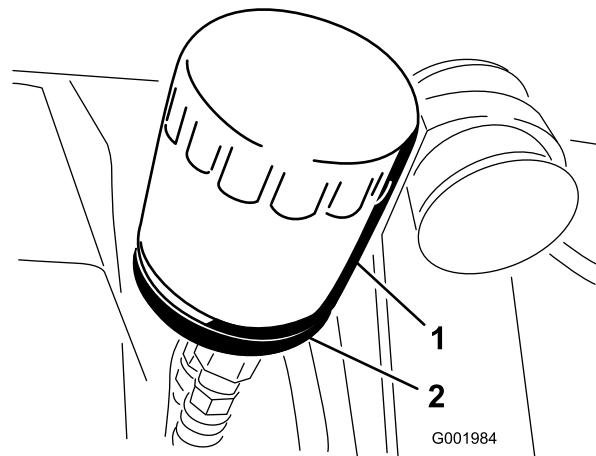

Bild 49
- Entfernen Sie den Ölfilter (Bild 49).
Sie ihn dann um eine weitere 1/2 Umdrehung fester (Bild 49).